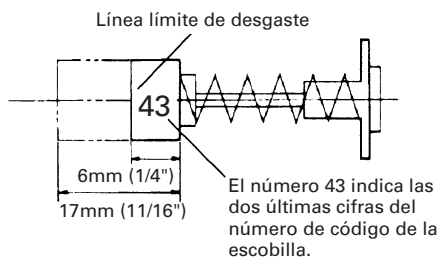

Fig. 44
3. Inspección de las escobillas (Figs. 44 y 45)
Por lo tanto, inspeccione periódicamente las escobillas y reemplácelas cuando se hayan desgastado hasta la línea límite mostrada en la Fig. 44.